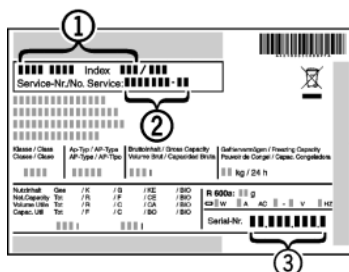

Fig. 35
- ▶ Назва пристрою Fig. 35 (1), сервісний номер Fig. 35 (2) та серійний номер Fig. 35 (3) вказані на заводській табличці. Заводська табличка знаходиться всередині пристрою, зліва.